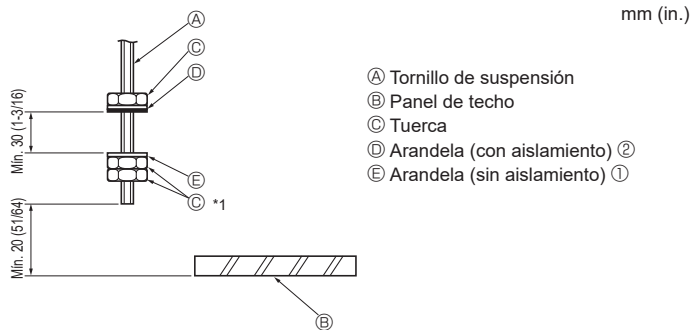

Fig. 2-5
2.4. Procedimientos de suspensión de la unidad (Fig. 2-5)